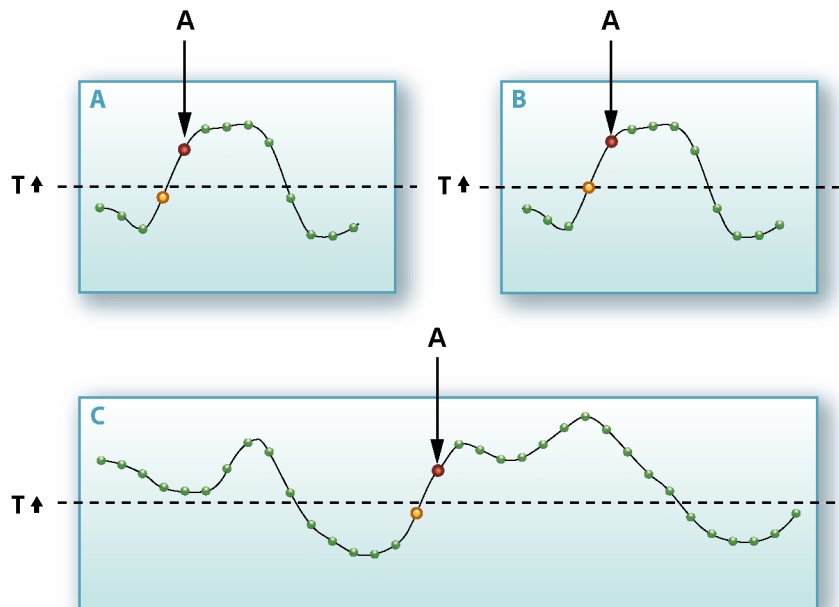

Abbildung B.3: Niveauebergangsdetektor
Abbildung B.3 zeigt den Basistriggermodus mit einem bestimmten Niveau (T) und einer Niveauüberschreitung in positiver Richtung. In Abbildung B.3 **A** wird der Trigger bei der ersten Abtastung nach der Niveauüberschreitung aktiviert. Abbildung B.3 **B** zeigt die Situation, in der bei einer Abtastung das festgelegte Niveau erfasst wird. Der Trigger wird erst aktiviert, wenn eine Abtastung das festgelegte Niveau tatsächlich überschreitet.
Da für den Triggerdetektor eine Niveauüberschreitung erforderlich ist, kommt es nicht zu einer Triggeraktivierung, wenn ein Signal bei Aufzeichnungsbeginn über dem festgelegten Niveau liegt. Dies ist in Abbildung B.3 **C** abgebildet.